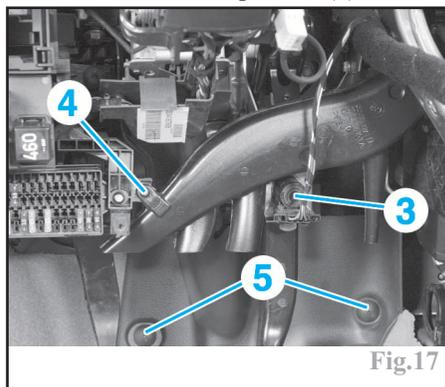

Fig.17
Jusqu'à 10/05, débrancher et déposer le contacteur de feux de stop (3) (Fig.17), en le tournant de 45° vers la gauche.